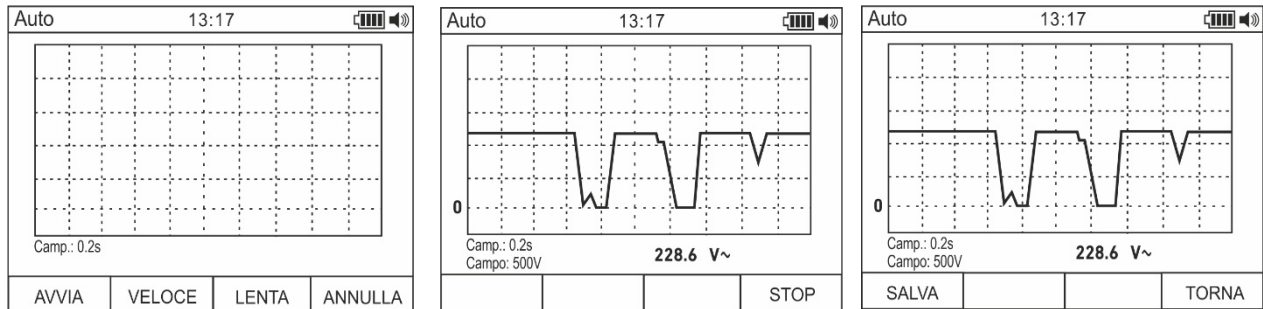

Abb. 8: Grafische Darstellung der Messwerte
1. Drücken Sie die **F1** Taste, um in die Funktion der grafischen Darstellung für die zu messende Größe einzutreten (siehe Fig. 8 – linker Teil).
3. Drücken Sie die **F1** Taste zum Starten der Messung und grafischen Darstellung. Der Messbereich (der vom Gerät automatisch ermittelt wird) und der Echtzeit-Wert werden vom Gerät angezeigt (siehe Fig. 8 – Mitte)
5. Drücken Sie die **F1** Taste, um die Grafik im Speicher des Gerätes abzuspeichern, oder die **F4** Taste um eine neue Messung mit grafischer Darstellung zu starten (siehe Fig. 8 – rechter Teil).